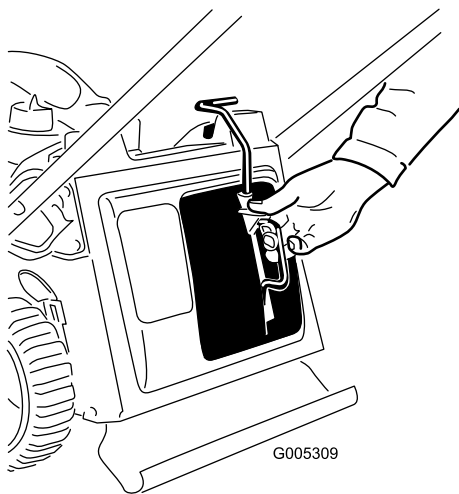

Figura 31
3. Montate il tappo mulching (Figura 31).